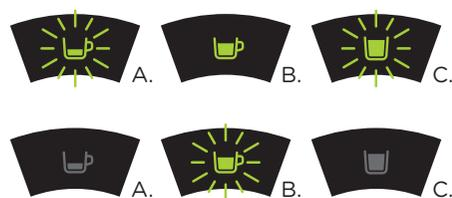

Fig. 17: Programmation du bouton d'extraction café long.
- Vous devrez ensuite appuyer sur le bouton d'extraction de café long jusqu'à ce que les voyants lumineux des boutons d'extraction de café espresso et de thé clignotent. Appuyez de nouveau sur le bouton d'extraction de café long (voir **Fig. 17**). Les voyants lumineux des boutons d'extraction de café espresso et de thé s'éteignent.